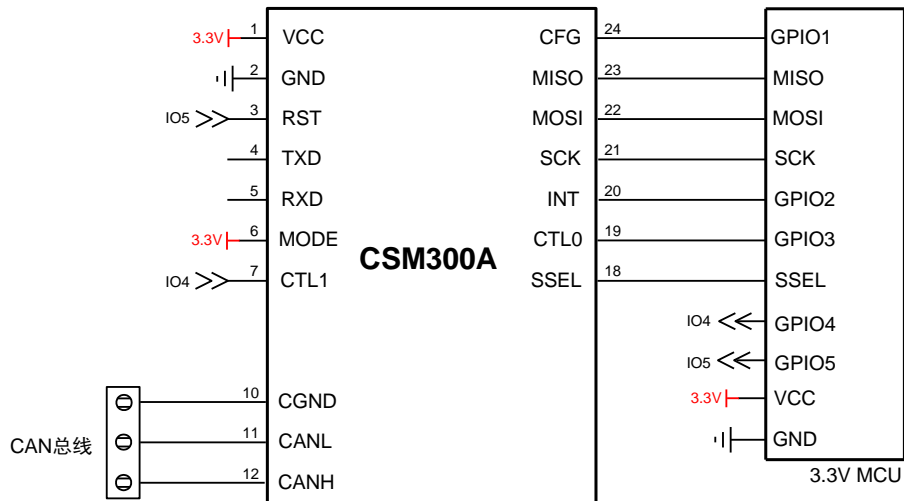
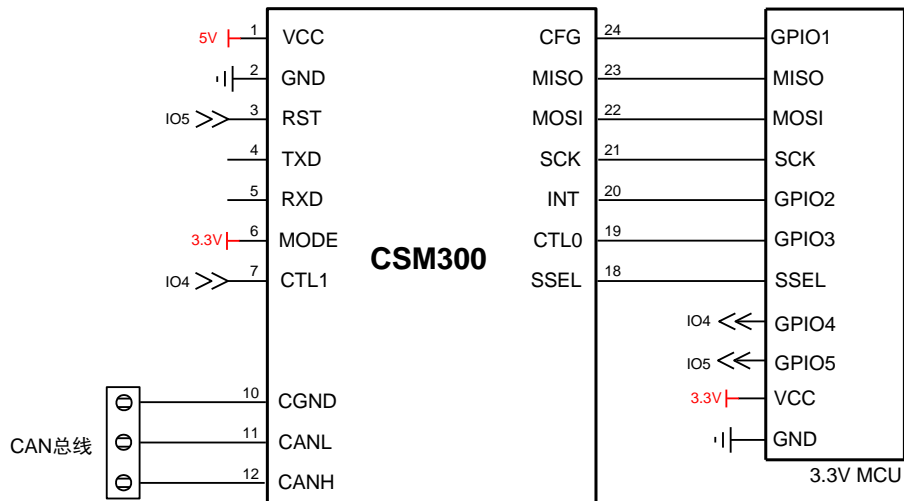

图 2.3 SPI 转 CAN 参考电路 (CSM300A)
图 2.4 SPI 转 CAN 参考电路 (CSM300)
使用 SPI 转 CAN 功能时, 需要将 MODE 引脚接至高电平。MCU 的 SPI 接口与 CSM300(A) 的 SPI 接口连接, 同时 MCU 需要提供 GPIO 与 RST、INT、CTL0、CTL1 引脚连接, 实现对 CSM300(A) 的有效监测与控制。若需要通过 MCU 对 CSM300(A) 进行配置, 则需要额外的 GPIO 与 CFG 引脚连接。图 2.3、图 2.4 分别是 CSM300A、CSM300 的参考电路。